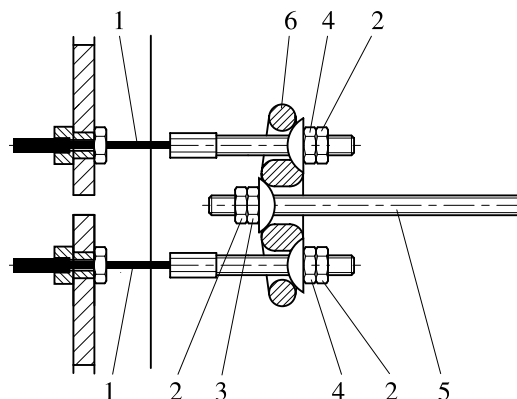
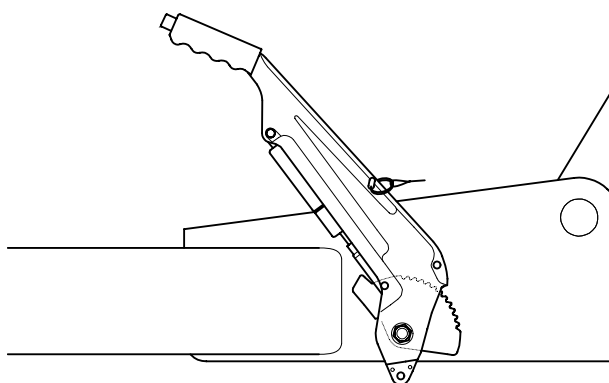

Fig. 5.6 Arrangement bremsekabler
Fig. 5.7 Håndbremsegreb nede - bremse ikke aktiveret
Kontroller udlignerens position (Fig. 5.6, 6) med parkeringsbremsen aktiveret.
Check alle låsemøtrikker (Fig. 5.6, 2).
1. Med trækøjet trukket helt ud og håndbremsen trykket ned (Fig. 5.7), løsnes låsemøtrikkerne (Fig. 5.6, 2). Justeringsmøtrikkerne og bremsekabelmøtrikkerne (Fig. 5.6, 4) drejes med uret, indtil der ikke er slæk i bremsemekanismen.
Udligneren (Fig. 5.6, 6) skal være vinkelret på hovedbremsekablet (Fig. 5.6, 5).
2. Aktiver håndbremsen nogle gange og gentag justeringen. Møtrikkerne låses med låsemøtrikker (Fig. 5.6, 2). Fjern hejseværk og klodser.